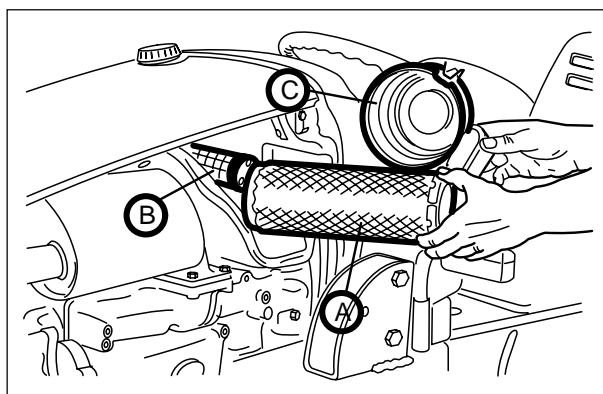

Fig. 38. Manutenção do filtro de ar.
Elemento principal externo (A. Fig. 38)
Abra o filtro do ar e extraia o elemento externo (A. Fig. 38). Limpe-o atentamente com ar comprimido ou lave-o com água limpa sem detergentes. Seque-o bem antes da montagem.
Elemento de segurança interno (B. Fig. 38)
2. Remova os dois cartuchos 'A' e 'B' (Fig. 38).